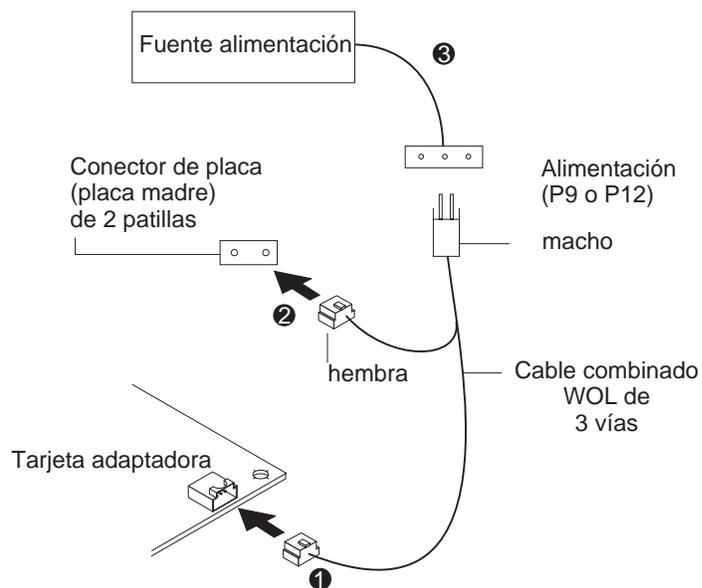

Figura 2-4. Conexión de los cables de señal y alimentación al PC
- Un cable combinado de señal y de alimentación Wake on LAN de tres vías (IBM NP 08L2558), como muestra la Figura 2-4 en la página 2-7, que se debe utilizar entre el adaptador y el modelo de PC que dispone de conectores de señal y alimentación independientes para Wake on LAN. En este cable, el extremo que tiene un conector hembra sencillo es para la conexión del adaptador. El otro extremo, con un conector macho y otro hembra, es para la conexión del PC.
- 1 Conecte el extremo hembra del cable combinado Wake on LAN de 3 vías al conector de 3 patillas Wake on LAN del adaptador, tal como muestra la Figura 2-4 en la página 2-7.